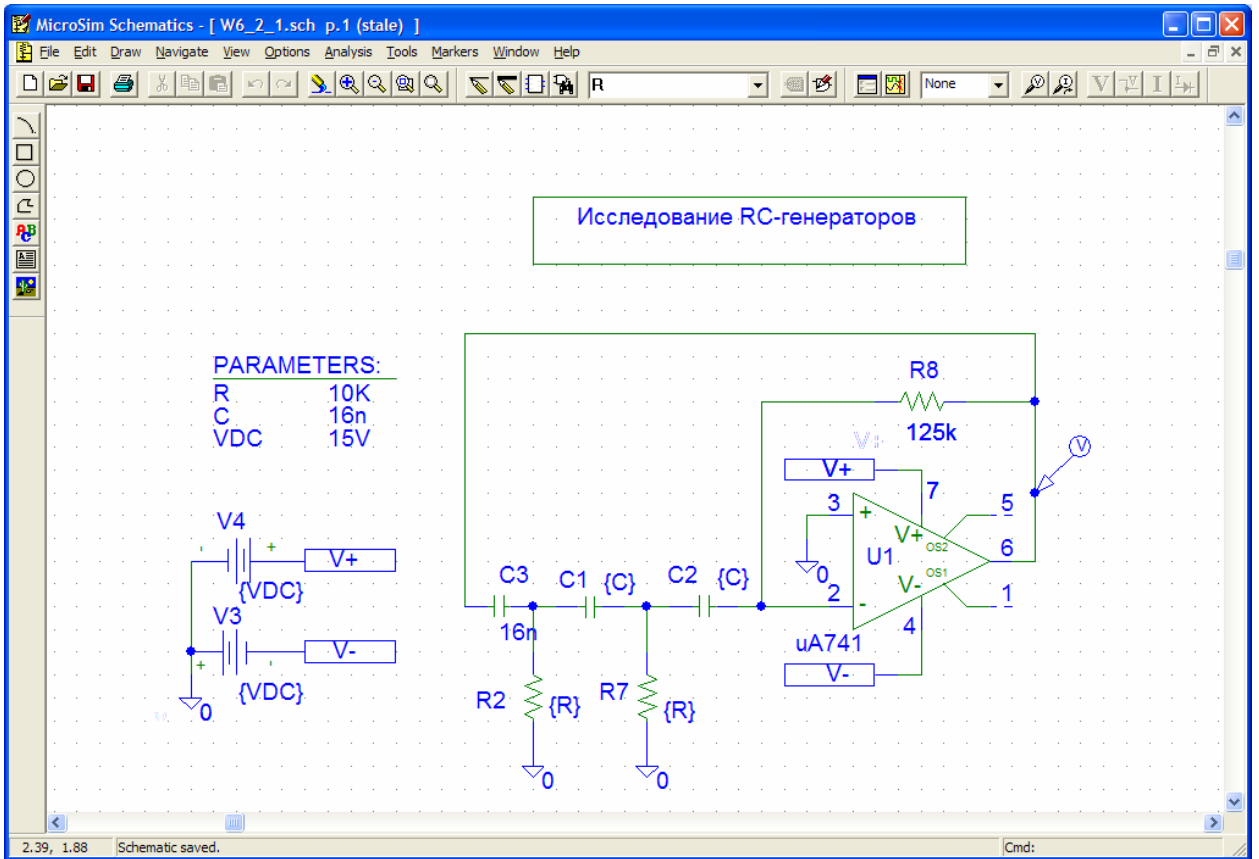

Рис. 6.2.1
- 2.1. Собрать схему RC-генератора с фазосдвигающей цепью (рис. 6.2.1). Установить значения элементов в соответствии с табл. 6.2.1.